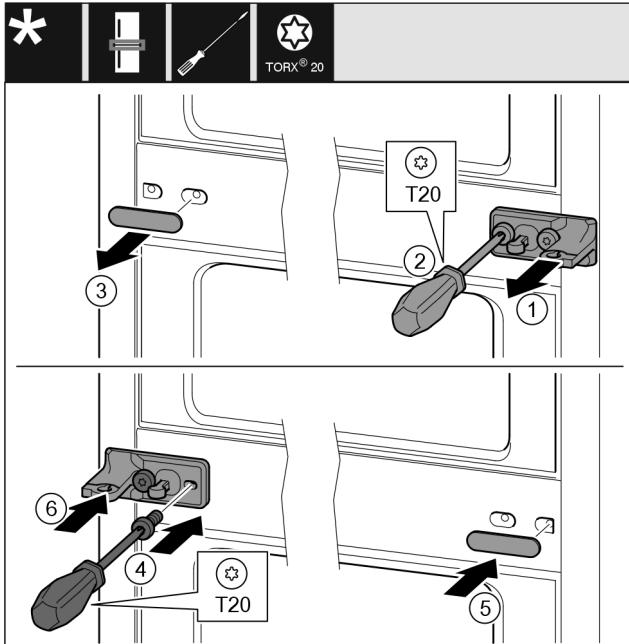

Fig. 12
- Αφαιρέστε τη ροδέλα Fig. 12 (1).
- Ξεβιδώστε τις βίδες Fig. 12 (2) με κατσαβίδι.
- Τραβήξτε προσεκτικά το κάλυμμα Fig. 12 (3).
- Βιδώστε το στήριγμα με τη μεμβράνη Fig. 12 (4) περιστρέφοντάς το 180° στην άλλη πλευρά.
- Εφαρμόστε το κάλυμμα Fig. 12 (5) περιστρέφοντας το κατά 180° στην άλλη πλευρά.
- Περάστε τη ροδέλα Fig. 12 (6) από μπροστά.